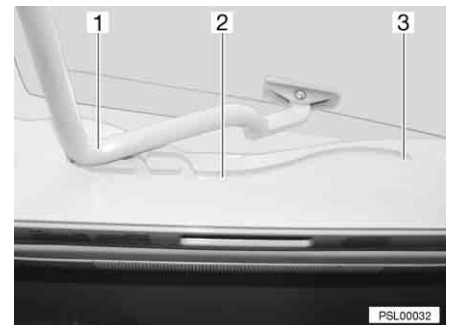

Fig. 15 Glissière du lanterneau basculant
- Tirer l'étrier (Fig. 15,1) dans les glissières (Fig. 15,2) jusqu'à la position la plus reculée (Fig. 15,3).
- Pousser l'étrier (Fig. 15,1) légèrement vers le haut avec les deux mains.
- Tirer l'étrier dans les glissières (Fig. 15,2) jusqu'à la position souhaitée.